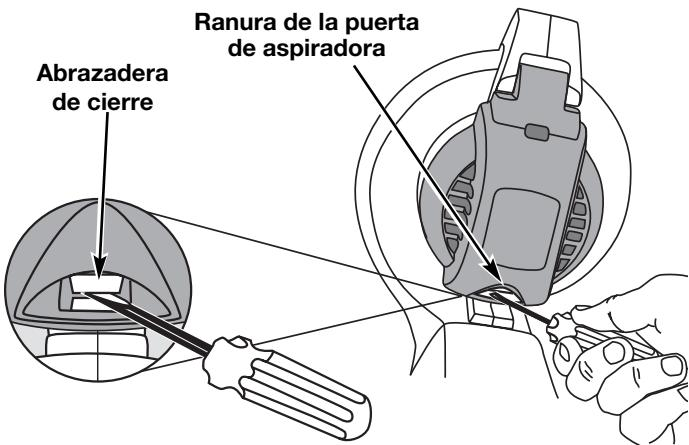

Fig. 3
- Inserte un destornillador de cabeza plana en la ranura en el extremo inferior de la puerta de la aspiradora. Establezca contacto con la abrazadera de cierre de la puerta de aspiradora y empuje hacia adentro y arriba (Fig. 3). Despues tire de la puerta de la aspiradora y manténgala abierta.